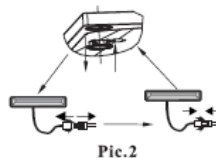

Рисунок 2
2. Монтируйте кухонную вытяжку прямо над конфоркой. Рекомендуемое расстояние между конфоркой и нижним краем кухонной вытяжки составляет минимум 650 мм и максимум 700 мм (рисунок 2).